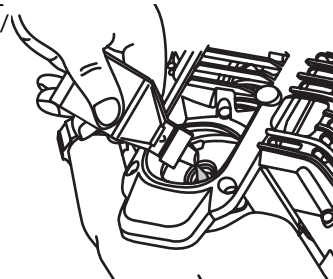

Fig. 18
4. Versez tout le contenu de la bouteille d'huile dans le carter-moteur (Fig. 18).